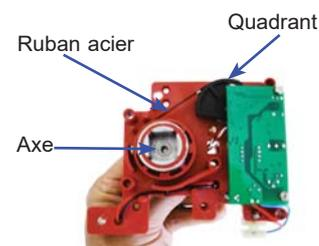

fig I-4
- Mesurer la course disponible de l'axe du positionneur en faisant tourner délicatement l'axe. La course est limitée par la course du quadrant de roue du potentiomètre relié à l'axe par un ruban acier en inox (cf figure I-4). Placer l'axe à mi-course (fig I-4) puis remettre en place dans le boîtier du positionneur cette plaque rouge **avec l'axe en position mi-course**.